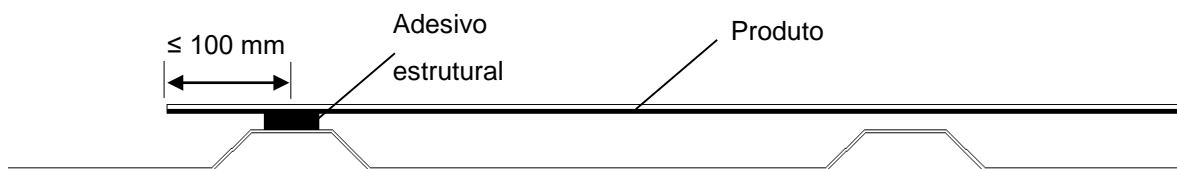

Figura 3
- ② A distância que o produto ultrapassa a crista da telha metálica em cada extremidade não deve exceder 100 mm. (conforme mostra a Figura 3)